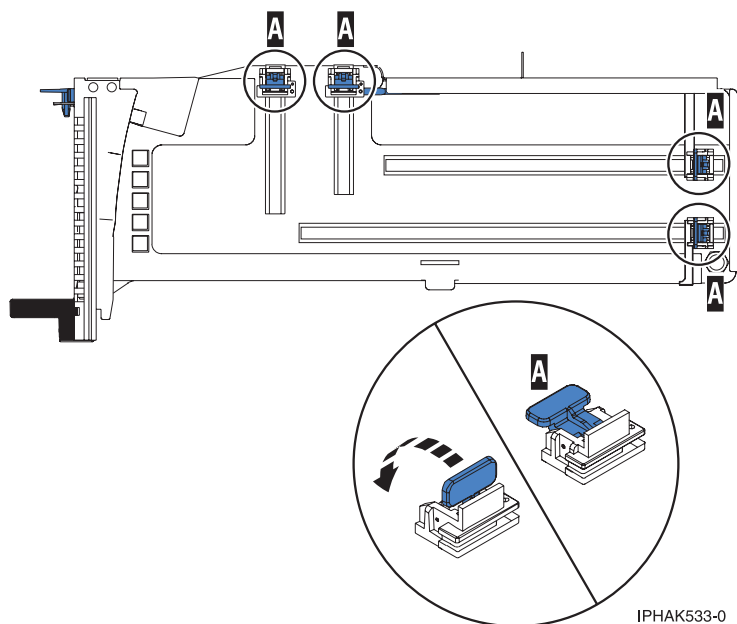

Figura 55. Peças de fixação do adaptador
- b. Certifique-se de que todas as peças de fixação do adaptador (**A**) foram pressionadas para fora, na direcção das extremidades da cassete, de modo a permitir a colocação do adaptador. Consulte a Figura 55 na página 67.